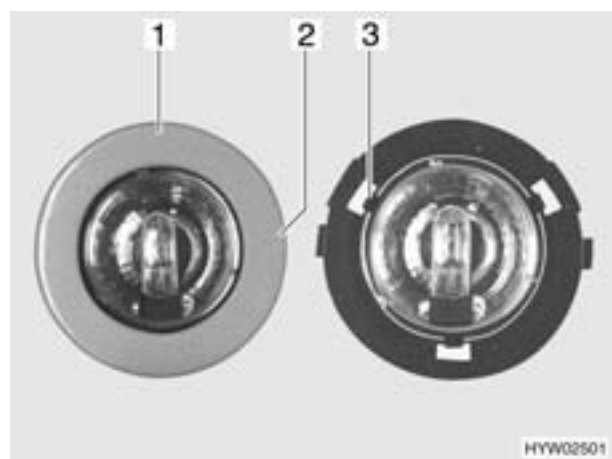

Bild 196 Halogenleuchte (Variante 2)
- Langsam die Blende (Bild 196,1) drehen, bis die Nase (Bild 196,2) des Gehäuses in der darunter liegenden Blendennut einrastet.
- Drei Klammern (Bild 196,3) halten die Glasscheibe der Halogenleuchte im Gehäuse. Eine der drei Klammern zur Seite drücken.